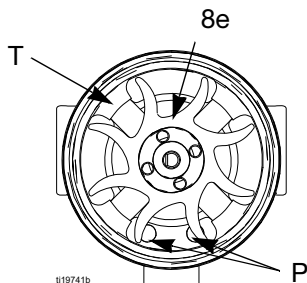

ABB. 28. Gebläseausrichtung
7. Die Spulenbaugruppe (8a) auf der Werkbank mit nach obenweisendem Gebläseende ablegen. Mit breitem Schraubendreher Gebläse (8e) von Welle (S) abnehmen.
10. Das neue untere Lager (8b1) am langen Wellenende (S) montieren. Die flache Seite des Lagers muss vom Magneten (M) weg weisen. In der Spule (8a) installieren, sodass die Lagerflügel bündig an der Oberfläche der Spule anliegen.
12. Die Spulenbaugruppe (8a) auf der Werkbank mit nach obenweisendem Gebläseende ablegen. Das Gebläse (8e) auf das lange Wellenende (S) pressen. Die Gebläseflügel müssen dabei wie in ABB. 28 ausgerichtet sein.
13. Die Spuleneinheit (8a) vorsichtig in das vordere Gehäuse (8d.) drücken und dabei den Pin der Spule am Steckplatz im Gehäuse ausrichten. Der 3-polige Steckverbinder (PC) muss sich unterhalb der breiteren Nut (W) der vorstehenden Gehäuseteile befinden.
14. Das Gebläse (8e) drehen, bis die Flügel die vier vorstehenden Teile der Lager (T) auf der Gehäuserückseite nicht länger verdecken. Sicherstellen, dass die Flügel des unteren Lagers (8b1) mit den Teilen ausgerichtet sind.